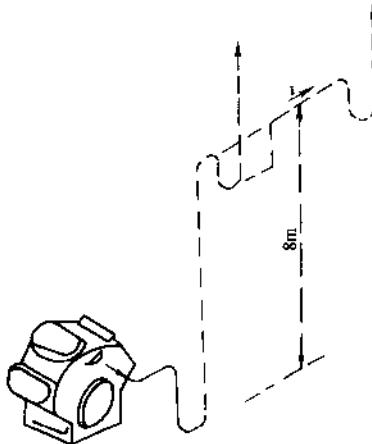

图 4 排气管至制冷压缩机的存油弯
- ◆ 用割管器截取适当长度的紫铜管，并制作如图 4 所示的存油弯（没有油分离器的排气管可不设存油弯）。